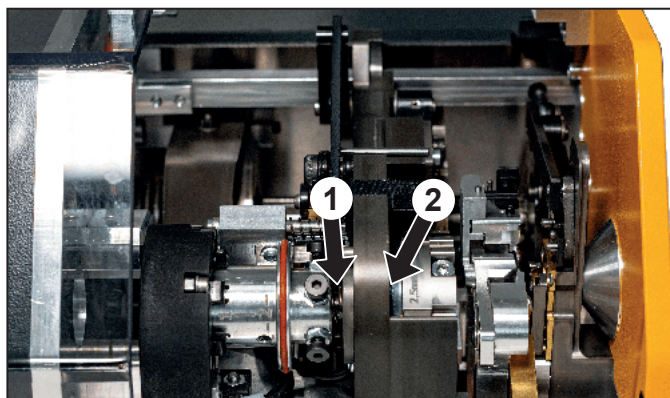

Afbeelding 7.3 Stripeenheid
- Reinig het stripmes met een kwast en een zachte doek, zie Afbeelding 7.3, 1.